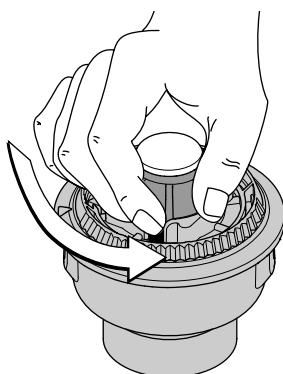

Figure 23
1. Sostenga la bobina exterior y desenrosque la perilla percusiva en sentido antihorario (Fig. 23).